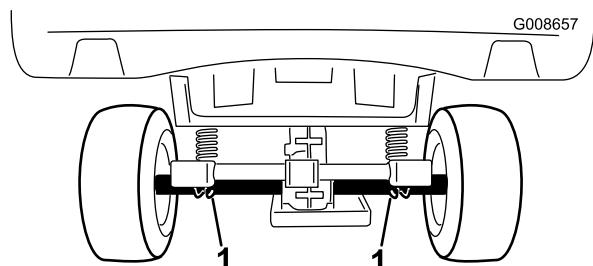

Figura 22
- Il punto di sollevamento dietro la macchina si trova sotto i tubi dell'assale (Figura 22).